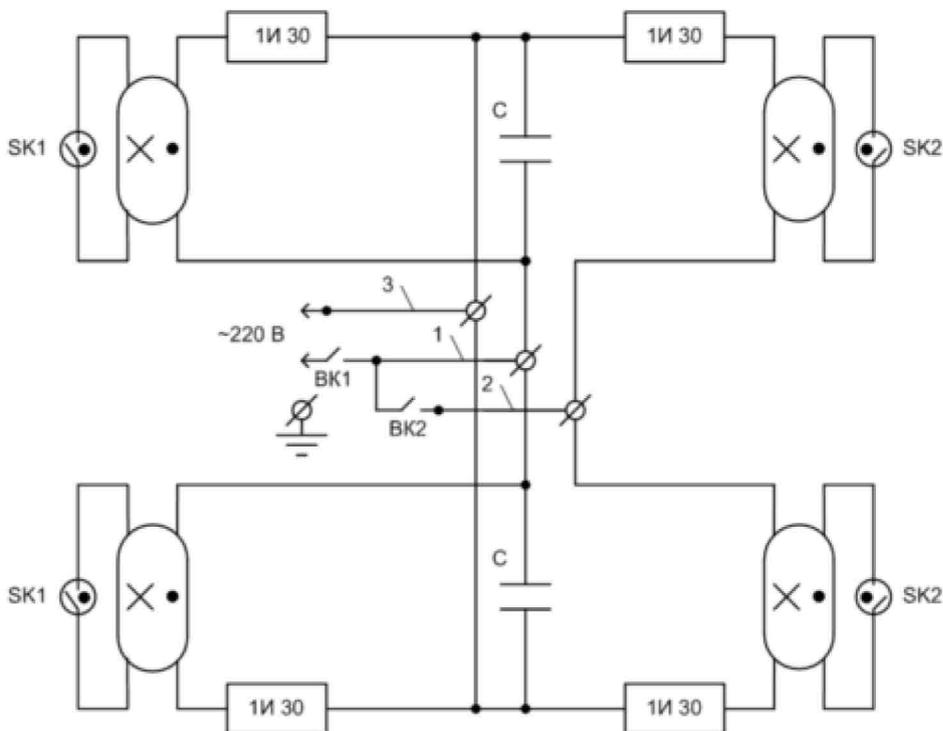

Рис. 2. Принципиальная электрическая схема и схема подключения.
5.5. Выключатель для открытых ламп ВК2 (см. рис. 2) должен устанавливаться вне обслуживаемого помещения.
6.4. Подсоединить облучатель к сети в соответствии с электрической схемой рис. 2, при этом необходимо учитывать следующее: